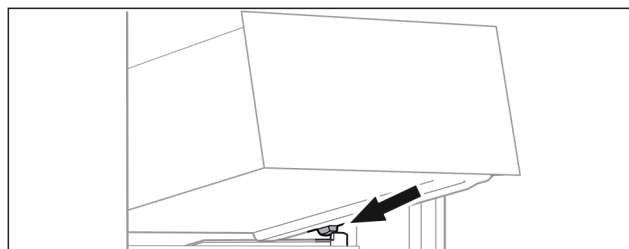

Fig. 103
- Nasaďte zásuvku šikmo za zarážky na žebrování na nádoby. (viz Fig. 103)